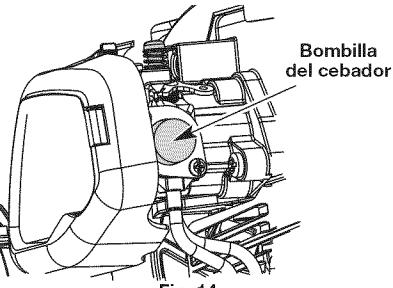

Fig. 14
3. Oprima completamente el cebador y suéltelo 10 veces. Hágalo lentamente. Se deberá ver un poco de combustible en el cebador y en las tuberías de alimentación de combustible (Fig. 14). Si no puede ver el combustible en el cebador, oprímalos y suéltelos tantas veces como sea necesario hasta que vea combustible en el mismo.